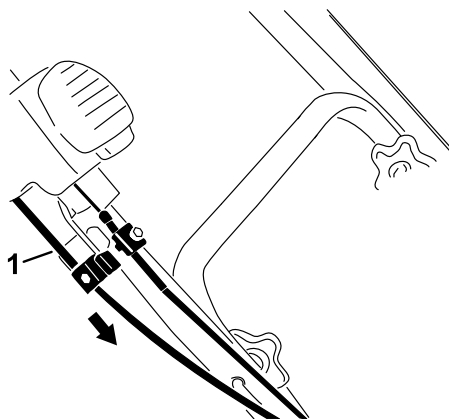

Figure 37
4. Maintenez la goulotte dans cette position, tirez sur la gaine du câble inférieur pour tendre le câble complètement, puis serrez la vis du serre-câble solidement (Figure 37).